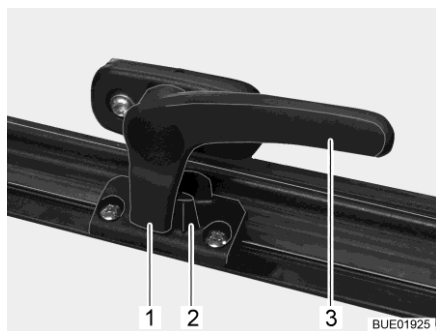

Fig. 17 Leva di serraggio in posizione "Chiuso"
- Ruotare la leva di serraggio (Fig. 17,3) di un quarto di giro verso il centro della finestra.
- Ruotare la leva di serraggio (Fig. 17,3) di un quarto di giro verso il telaio della finestra. Il nasello di chiusura (Fig. 17,1) si trova sul lato interno della chiusura della finestra (Fig. 17,2).
- In posizione "Completamente chiusa" (Fig. 17).